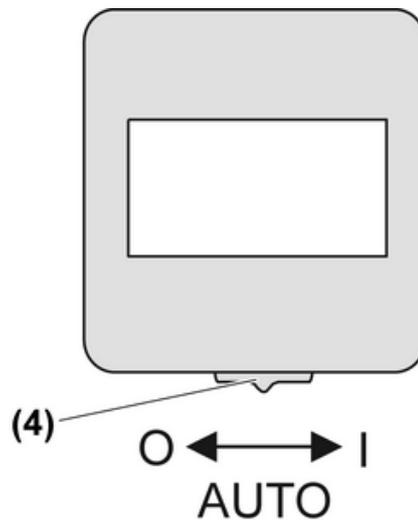

Bild 3: Betriebsartenschalter
Mit dem Betriebsartenschalter (4) am Bewegungsmelder können drei Betriebsarten eingestellt werden (Bild 3).
- Betriebsartenschalter (4) in Position **O** schalten (Bild 3).